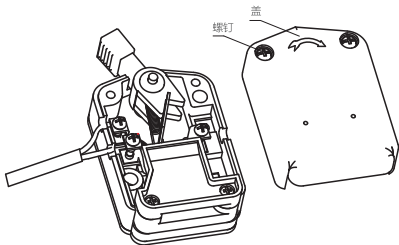
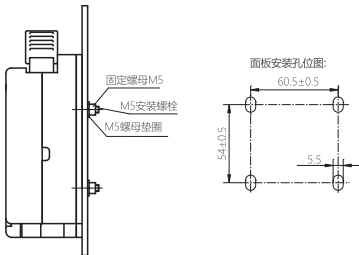

图2 YBLX-8布线示意图
图3 YBLX-8安装示意图
7.2.1 安装：松开盖螺钉→按图2接线→拧紧盖螺钉→按图3安装。